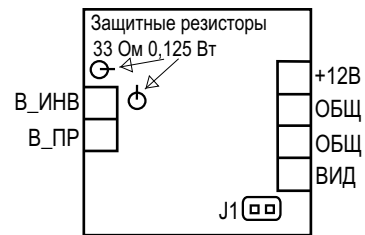
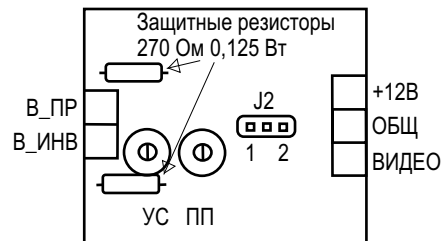

Рис.1 Плата SIM-1000
Рис.2 Плата DIF-600
3. Система должна заземляться только в одной точке (желательно на приёмной стороне). При использовании кабелей с внешним экраном (ТПП и т.п.) рекомендуется использовать его для соединения «корпусов» (цепь ОБЩ) плат SIM-1000 и DIF-600. Если требуется заземлить корпус камеры (кожуха), обеспечьте гальваническую развязку между корпусом и цепью ОБЩ (см. паспорт рис.1, рис.2).
3.1. Настройка симметрирующего усилителя SIM-1000 производится под конкретный тип видеокамеры установкой перемычки J1 (см. рис.1). Перемычка устанавливается в случае отсутствия согласующего сопротивления на выходе камеры. Для определения необходимости установки перемычки на плате нужно подключить коротким кабелем видеокамеру используемого типа к монитору, имеющему переключение входного сопротивления 75 Ом. Если при отключении сопротивления 75 Ом на мониторе контраст изображения резко увеличивается - значит видеокамера имеет согласующее сопротивление - перемычка J1 на плате SIM-1000 в этом случае не нужна. Если увеличения контрастности не происходит - нужно установить перемычку J1 на плате SIM-1000.
3.2. Настройка дифференциального усилителя DIF-600 производится на действующей линии (см.рис.2).
В обоих устройствах применена схема защиты от перенапряжений, не влияющая на частотную характеристику. При воздействии мощных разрядов возможен выход из строя защитных резисторов. В этом случае замените их на такие же (см. рис.1 и рис.2). Замену резисторов производите только при отключенном питании.